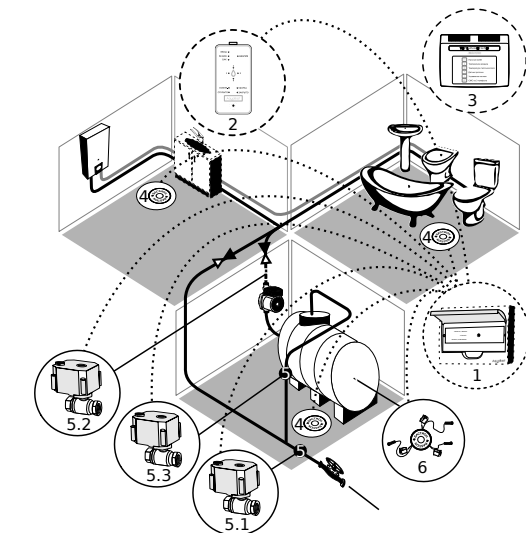

Рис. 7.2.4.1
Краны (5.1, 5.2, 5.3) устанавливаются как показано на рис. 7.2.4.1, датчики протечки (4) устанавливаются на полу в местах возможного скопления воды при авариях и протечках (в санузлах, на кухне, под раковинами, унитазами и т. п.), датчик уровня (6) устанавливается внутри резервного бака. При подаче питания модуль управления переходит в режим «ЗАКРЫТО/АВАРИЯ», при этом все краны будут перекрыты. Нажатием кнопки модуль управления перейдет в режим «ОТКРЫТО», при этом откроются краны 5.1 и 5.2 (кран 5.3 открывается и закрывается по команде датчика уровня). Используемые группы подключения кранов: КРАН 1 (кран ВВОД 5.1), КРАН 3 (кран ПОДПИТКА бака 5.3), КРАН 2 (кран РЕЗЕРВ бака 5.2). Обязательна установка обратных клапанов ►, как указано на схеме.